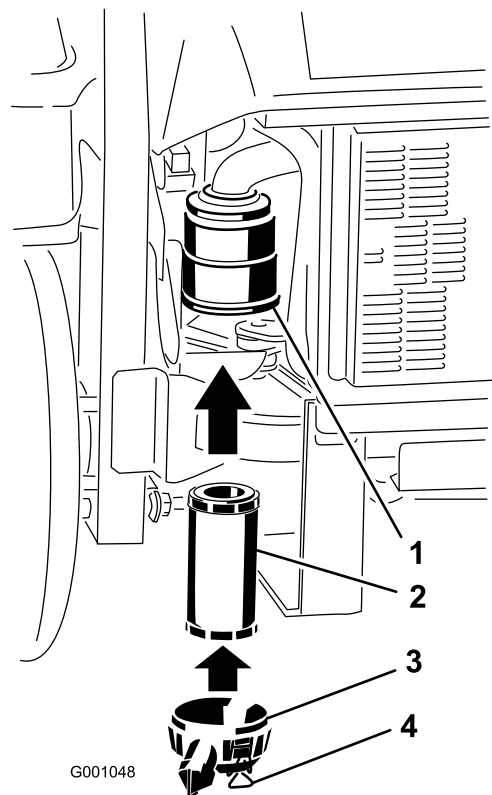

Bild 33
3. Bringen Sie die Luftfilterabdeckung an und befestigen Sie die Riegel (Bild 33).